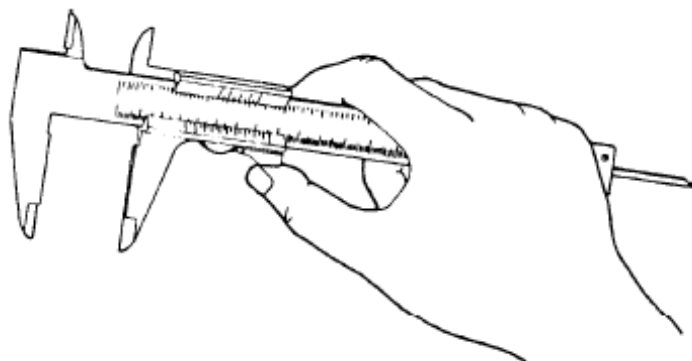
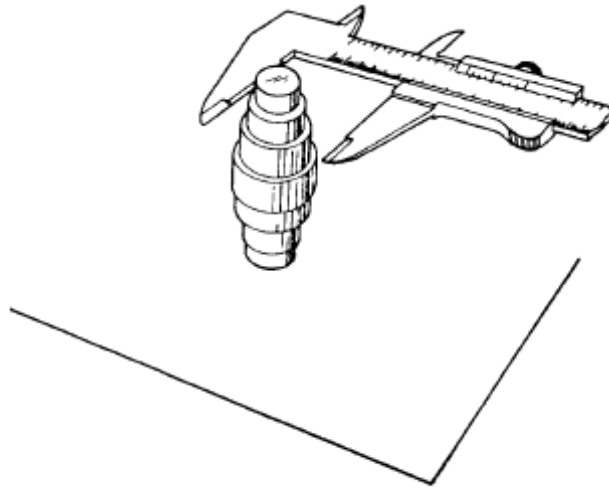

Fig.3
Fig.4
Observação: Utilize a mão direita (fig.3).
- b) Encoste o centro do encosto fixo em uma das extremidades do diâmetro por medir (fig.4).
Assim sendo, se deslocarmos o cursor do paquímetro até que o traço zero do nônio coincida com o primeiro traço da escala fixa, a leitura da medida será $\frac{1}{16}''$ (fig.2), no segundo traço, $\frac{1}{8}''$ (fig.3), no décimo traço, $\frac{5}{8}''$ (fig.4).